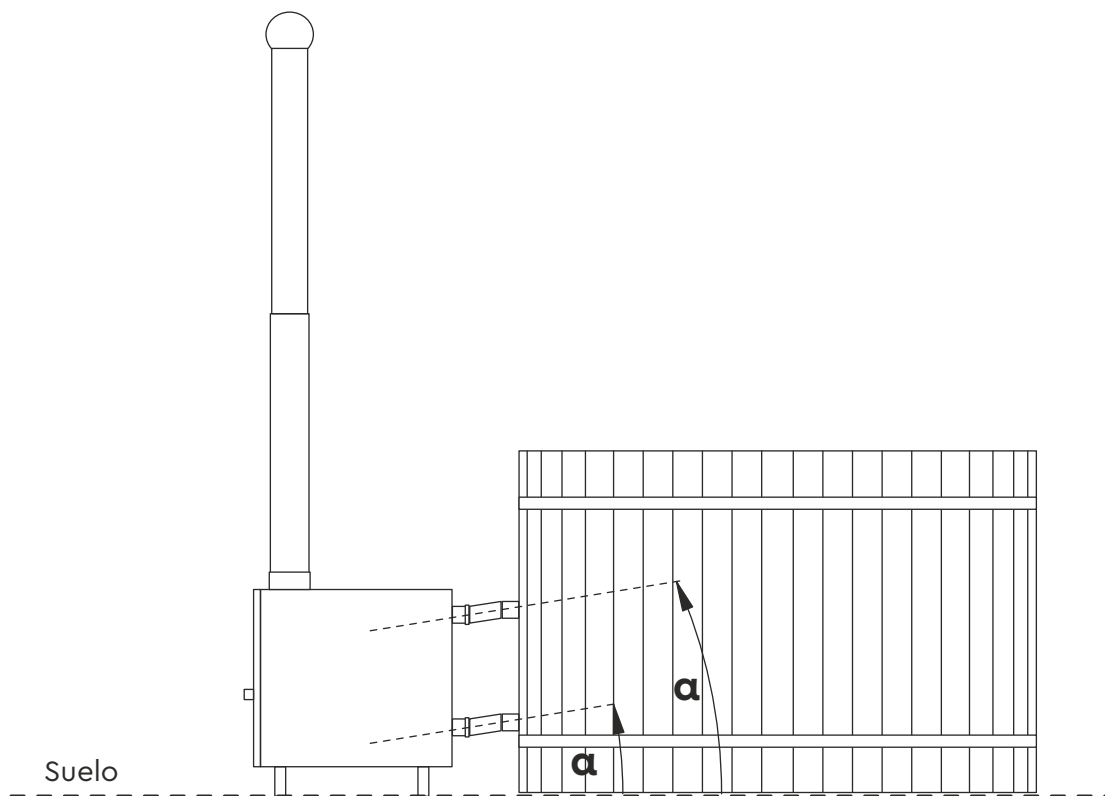

Figura 4
- La estufa exterior se instala en la misma superficie y a la misma altura que la mini piscina. Ver figura 4.